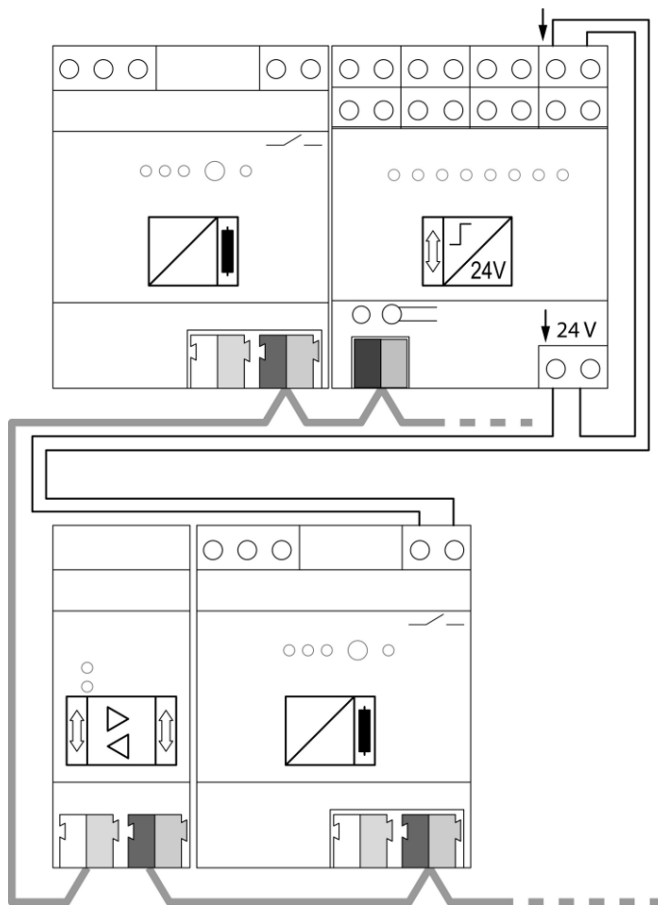

Figure 6: Exemple d'utilisation – Entrée binaire KNX sur la ligne principale pour la détection et la signalisation centrale des messages de diagnostic
- Raccorder l'entrée binaire KNX conformément à l'exemple de raccordement (voir figure 6).